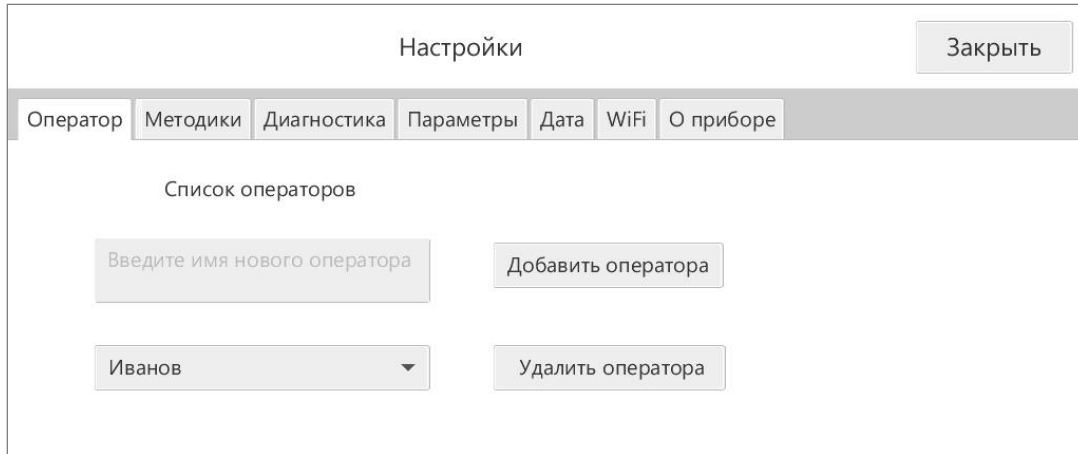
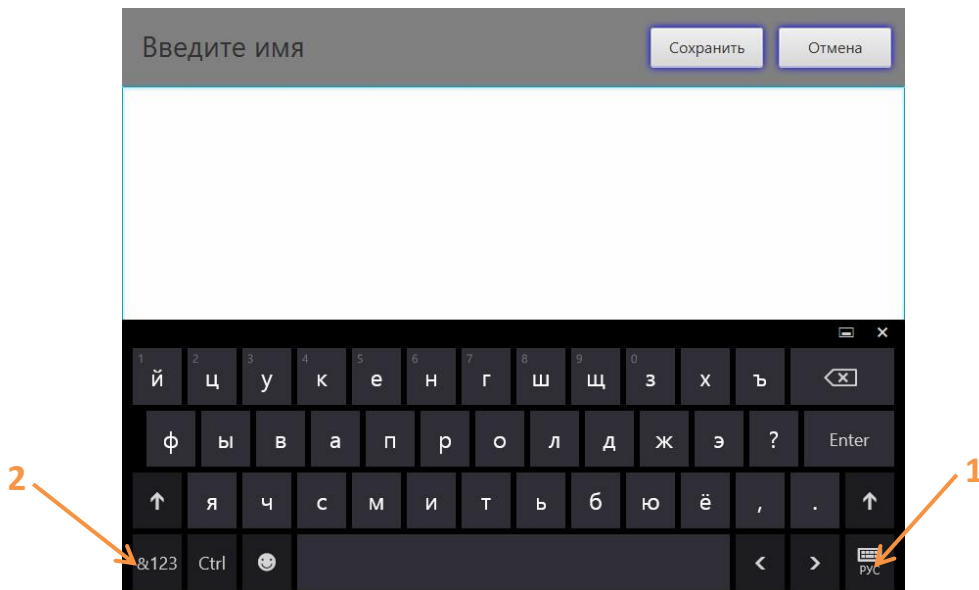

Рис. 3.2 - Меню настройка прибора
Рис.3.3 - Добавление нового оператора
Для проведения настройки прибора нажмите кнопку «Настройки». Откроется окно «Настройки» (рис. 3.2)
Введите в память прибора всех операторов, которые будут работать на данном приборе. Для выполнения данной опции выберите закладку «Оператор» (рис.3.2) и щёлкните на поле «Введите имя нового оператора». В открывающемся окне (рис. 3.3) введите имя оператора с помощью виртуальной клавиатуры и нажмите «Сохранить». Для переключения языка используйте кнопку (1), для ввода цифр нажмите кнопку (2) (рис.3.3). Чтобы закрыть окно без сохранения введённых данных нажмите кнопку «Отмена».